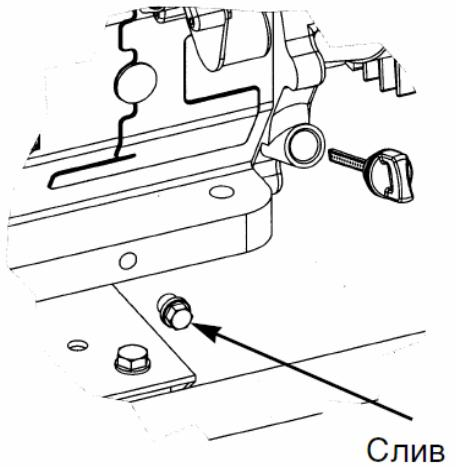
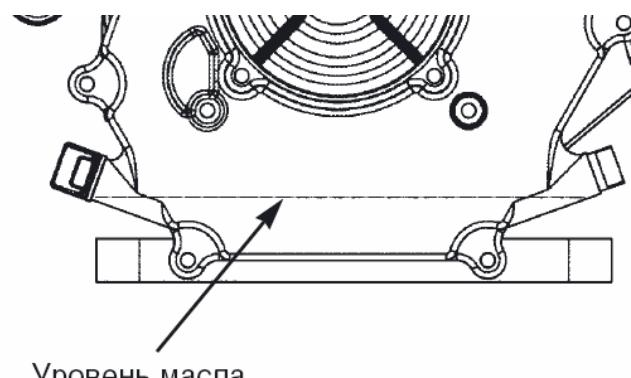

Рис. 5
Рис. 6
1. Вывинтить щуп-пробку поз. 24 (рис. 1) из горловины картера, см. также рис. 5. Опустить в горловину сухой, чистый щуп и вытащить его – край смоченной маслом области должен располагаться между отметками минимального и максимального допустимого уровней.
2. Залить в горловину масло до нижнего края заливного отверстия (рис. 6). Проверить уровень масла в соответствии с 9.2.1.
На прогретом до рабочей температуры двигателе вывинтить пробку для слива масла (поз. 23 рис.1, см. также рис. 5.), поместив под сливным отверстием вспомогательную емкость. После прекращения истечения масла установить пробку на штатное место и затянуть. Залить масло в горловину, удалив щуп (поз.24 рис.1, см. также рис. 6), до нижнего края заливного отверстия (рис. 6). Проверить уровень в соответствии с п. 9.2.